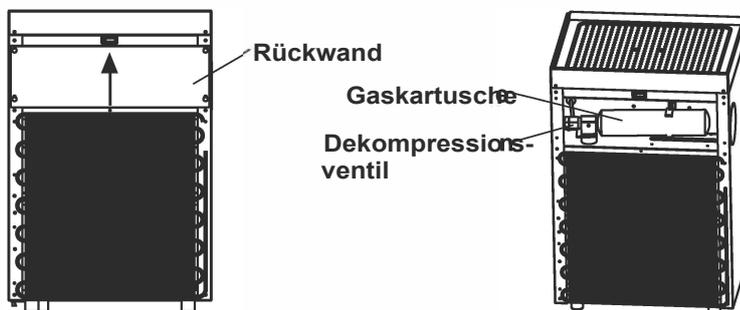

Bild 1
1. Nach oben klappen, die obere Rückwand öffnen. (Siehe Schema, wie am Pfeil gezeigt, Bild 1.)